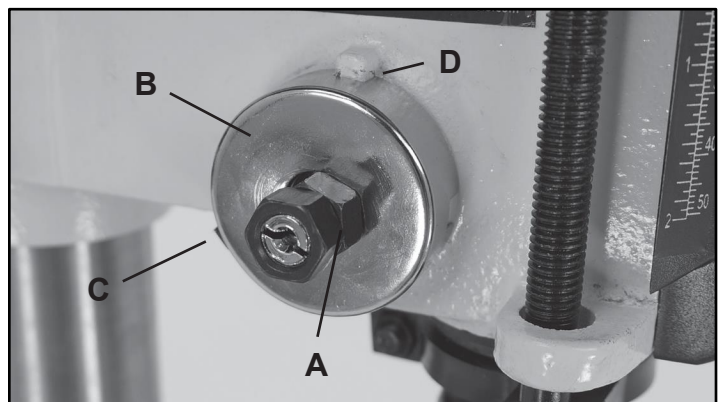

FIG. 10
10. **RESORTE DE RETORNO DEL HUSILLO:** El mandril se regresa automáticamente hacia arriba a su posición inicial cuando se suelta la manija de operación. El mecanismo del resorte de retorno, FIG. 10, se configura en la fabrica y no debe necesitar ningún ajuste. Sin embargo, si se disminuye la tensión del resorte y se tiene que ajustar, siga estos pasos;
B. Afloje las dos tuercas de la cubierta del resorte (A), pero NO QUITE las tuercas del pasador roscado.
C. Jale la cubierta del resorte (B) ligera y cuidadosamente, agarrándola seguramente - NO PERMITE QUE EMPIECE A GIRAR como mantiene el resorte enrollado. También, ¡NO DEJE que la punta del resorte (C) se retire de la ranura en la cubierta!
D. Jale la cubierta solamente hasta que la ranura pase el bulto del cabezal fundido (D).